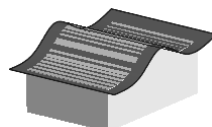

图 6.11.10 定义替换面
Step5. 在该对话框中单击 按钮，完成替换操作，结果如图 6.11.10 所示。